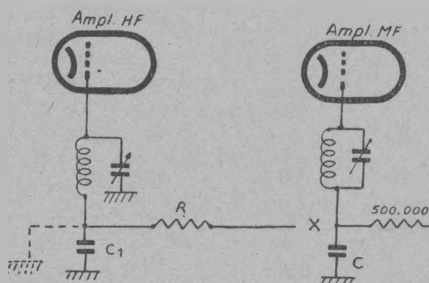

Fig. 59.
- Rebrancher l'antifading à l'amplificatrice moyenne fréquence et couper le circuit des autres lampes (fig. 59) en mettant provisoirement à la masse la base du bobinage de l'amplificateur haute fréquence ;
3. L'antifading n'agit pas. — Soupçonner une coupure de son circuit, ou le court-circuit d'un condensateur de découplage, tel que C ou C_1 (fig. 59), ce dernier cas étant assez rare. Un antifading qui n'agit pas sature le poste sur les émetteurs puissants.